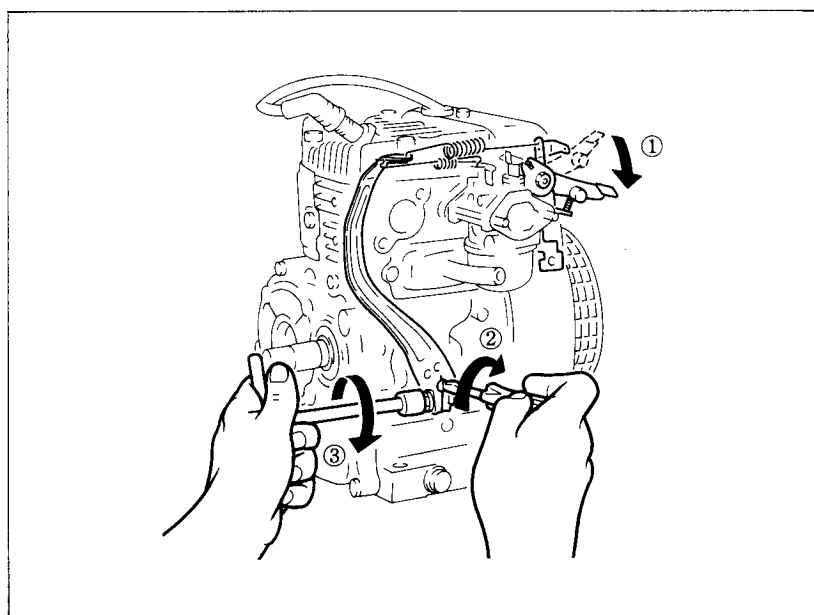

Fig. 9-3
- ④ 回転調整レバーを高速側にまわし気化器のスロットルバルブが全開になるのを確認し回定します。(Fig 9-3)
- ⑤ ガバナシャフトの溝にドライバーをさし込み時計方向に一杯にまわす。(ガバナシャフトが回らなくなるまで)
- ⑥ ガバナレバーの締付ボルトでガバナレバーとガバナシャフトを固定します。